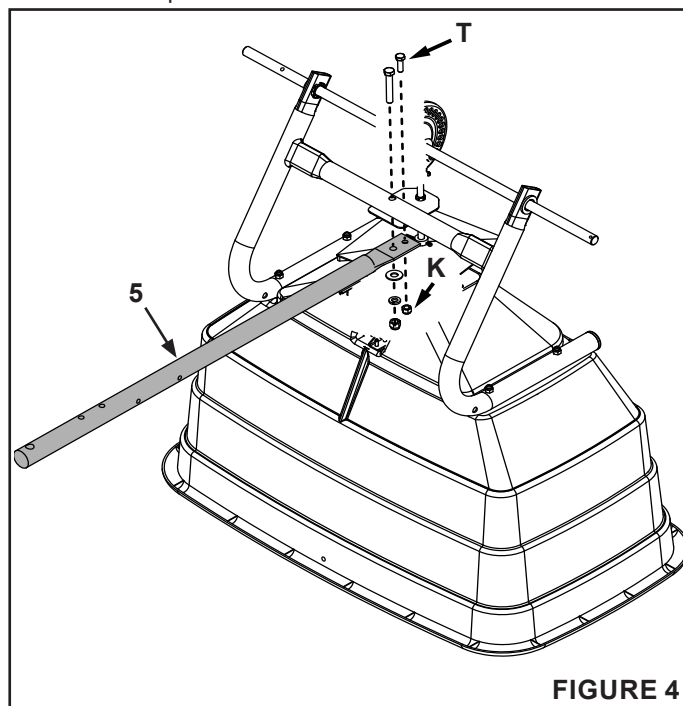

FIGURE 4
ÉTAPE 4 : (VOIR FIGURE 4)
- Retournez l'ensemble et fixez le tube d'attelage (5) à l'aide de la quincaillerie préassemblée ainsi que d'un boulon de 5/16 po x 1 po (T) et d'un écrou autobloquant Nylock de 5/16 po (K). Voir figure 4.